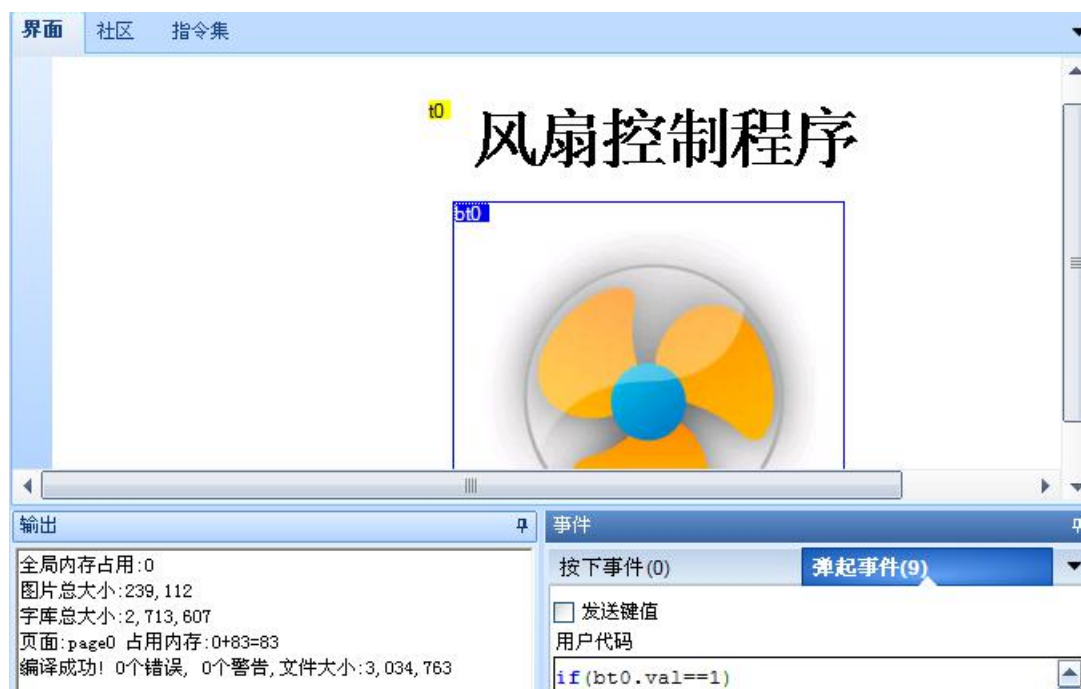

图 1-12 编译程序成功
2. 代码编写完成之后，单击编译按钮，如果编译正确，显示如图 1-12 所示信息。